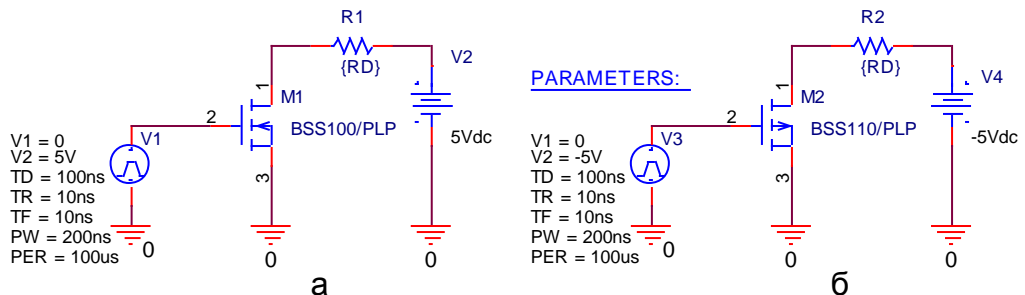

Рис.1.3. Схема моделирования переходных процессов МОП транзисторов
1.3.Начертить в тетради схему моделирования переходных процессов полевых транзисторов (рис.1.3)
2.5. Составить схему моделирования переходных процессов МОП транзисторов (рис.1.3).